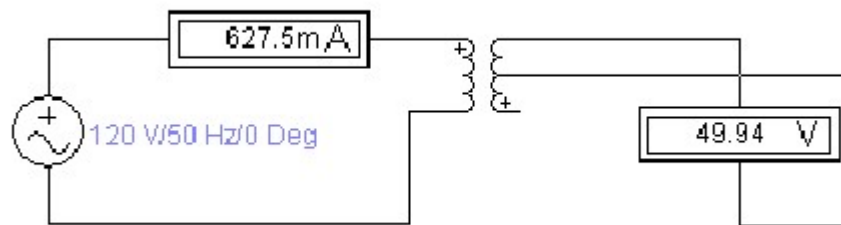

Рис. 2.6.2. Схема вимірювання параметрів трансформатора
2. Підключити до синусоїдного джерела напругою  $U=200+20N$  В частотою 50 Гц первинну обмотку трансформатора та виміряти вхідний струм  $I_{1P}$  і напругу вторинної обмотки (між затискачами без позначок)  $U_{2P}$  (рис. 2.6.2).